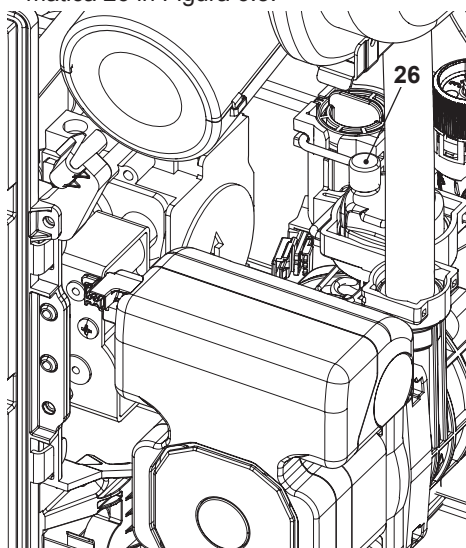

Figura 6.3
- Svitare il tappo della valvola di sfiato automatica 26 in Figura 6.3.